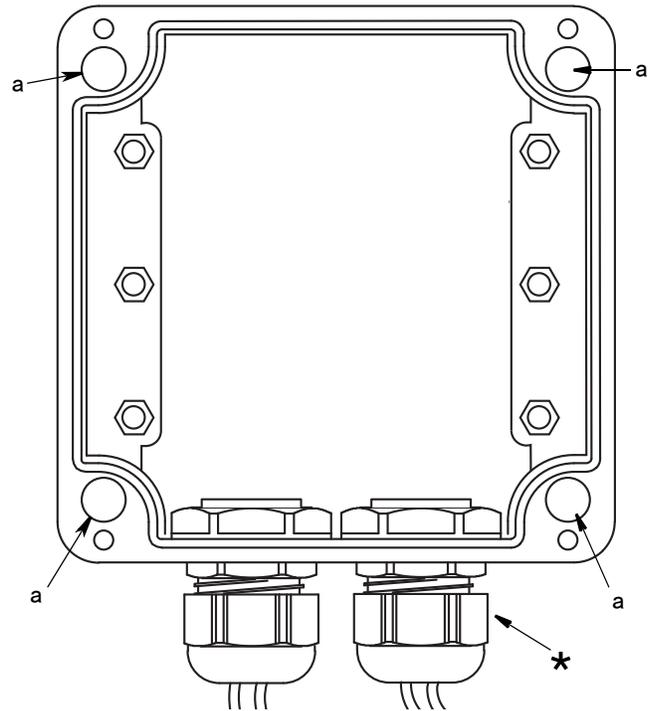

图 3
2. 拆下润滑控制器盖并将接线盒与预钻的孔对齐（图 3，a）。使用四个 6# 螺丝（未提供），将接线盒固定到安装表面上。